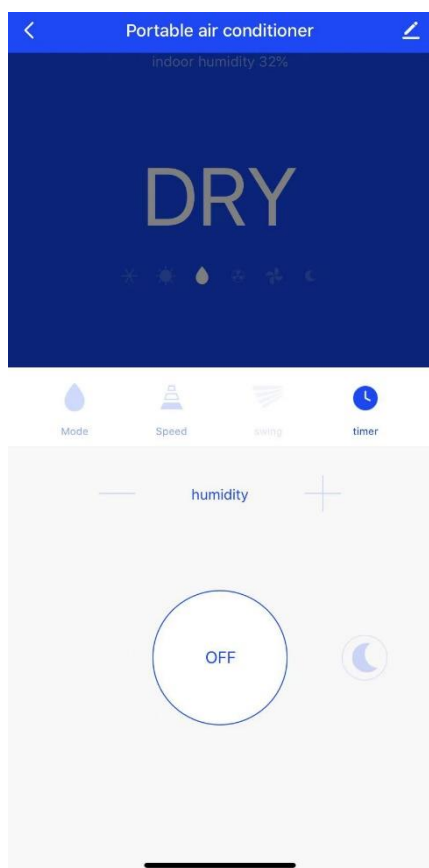
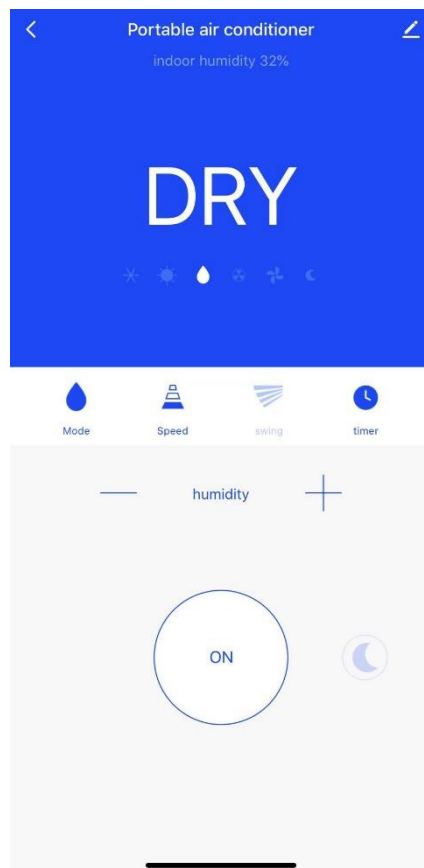

Bild 8
Bild 9
1. Tryck på "OFF" i bild 8, gränssnittet ändras till bild 9 och apparaten börjar fungera.